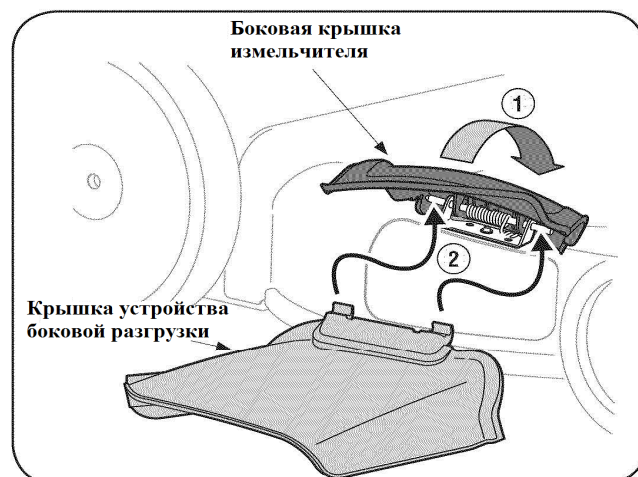

РИС. 9
1. Поднимите мульчирующую крышку на боковой стороне газонокосилки (см. Рис. 9).